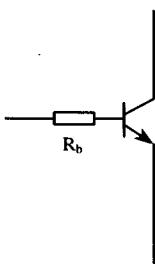
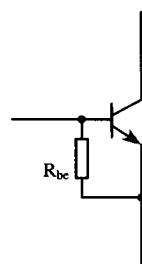
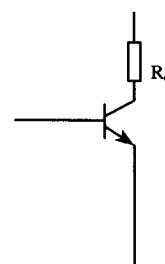
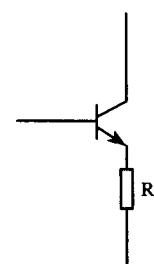

图 1-1
图 1-2
图 1-3
图 1-4
- (1) 管子的 β 值：管子的 β 值常以最小值、典型值、最大值或范围给出。
- (2) 内部电阻值：这是带阻三极管特有的参数。根据内部电阻所处的位置不同，分别用 R_b 、 R_{bc} 、 R_c 和 R_e 来表示。 R_b 代表基极上所串联的电阻，如图1-1所示； R_{bc} 代表基极和发射极上所并联的电阻，如图1-2所示； R_c 代表集电极上所串联的电阻，如图1-3所示； R_e 代表发射极上所串联的电阻，如图1-4所示。